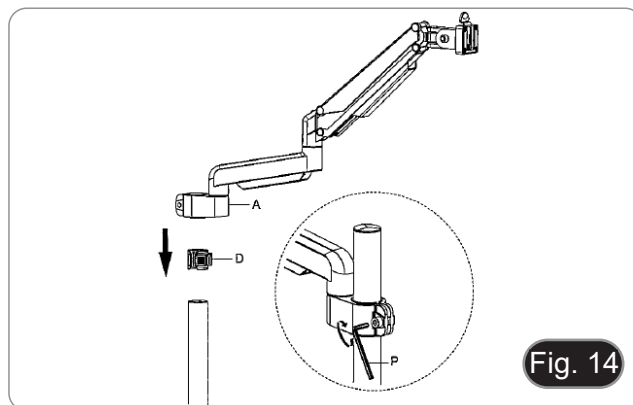

Fig. 14
- **NOTA:** La cubierta de plástico (H) también sirve como contenedor para las llaves Allen utilizadas para montar y ajustar la tensión de las distintas piezas.
6. Insertar el anillo de prevención de caídas (D) en el pilar.
7. Insertar el brazo flexible (A) y apretar el tornillo de fijación. (Fig. 14)